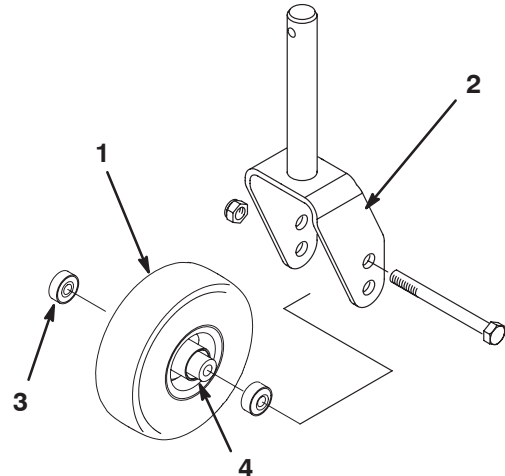
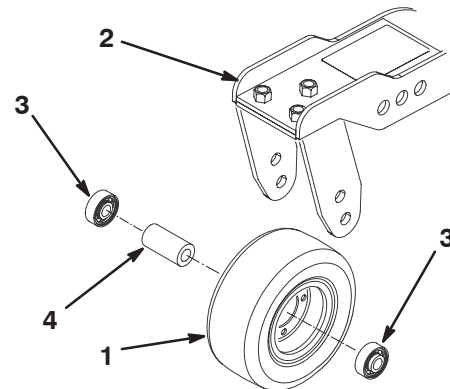

Bild 86
Bild 87
1. Entfernen Sie die Sicherungsmutter von der Kopfschraube, mit der die Laufradgruppe in der Mitte der Laufradgabel (Bild 86) oder am Laufradgelenkarm (Bild 87) gehalten wird. Halten Sie das Laufrad fest und schieben die Kopfschraube aus der Gabel oder vom Gelenkarm ab.